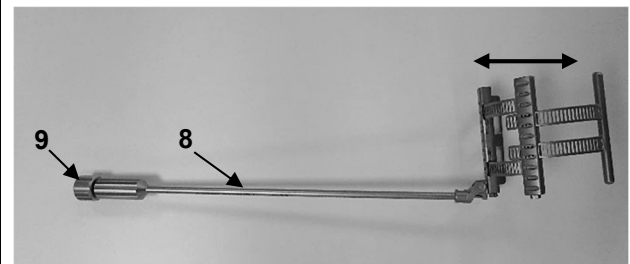

Abb. 9
Das Vorhofblatt kann mittels der Hakenführung (8) durch Drehen der Fixiermutter (9) im bzw. gegen den Uhrzeigersinn angehoben bzw. abgesenkt werden (Abb. 9).